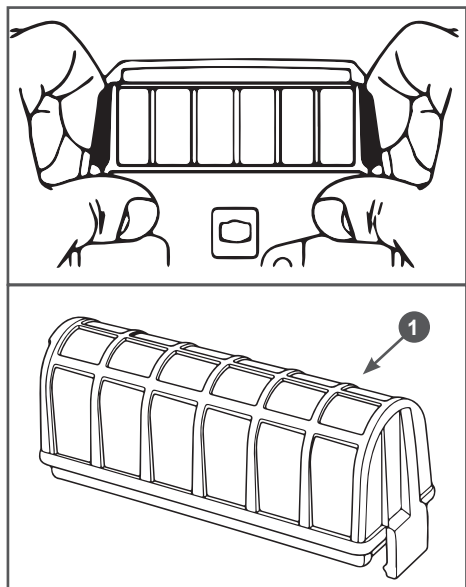
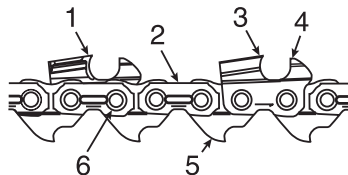
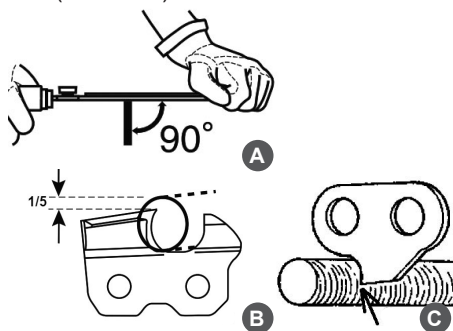

Рис. 30. Воздушный фильтр
Рис. 36. Конструкция пильной цепи
Рис. 38 Положение напильника при заточке
5. Снять фильтрующий элемент, откинув его указательными пальцами по направлению задней рукоятки, при этом большие пальцы упереть в основание фильтра (Рис. 30).
от опилок, установите на шину и произведите натяжку цепи. Заблокируйте цепь с помощью тормоза. Сначала затачиваются режущие звенья одного направления, левые или правые (Рис. 36).
При заточке цепи следите за тем, чтобы между обоймой с напильником и шиной с цепью выдерживался угол 90° (Рис. 38А). При правильно подобранных напильнике и обойме, при заточке цепи 1/5 часть напильника (примерно 20%), должна выступать над верхней гранью режущего звена (Рис. 30В). Следите за тем, чтобы нижний край ведущего звена 5 (Рис. 36) всегда оставался острым. При наличии заусениц сточите их круглым напильником (Рис. 38С).